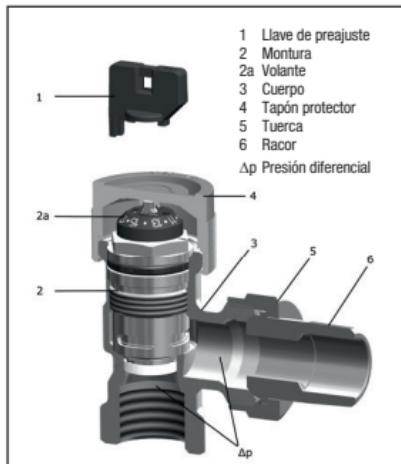
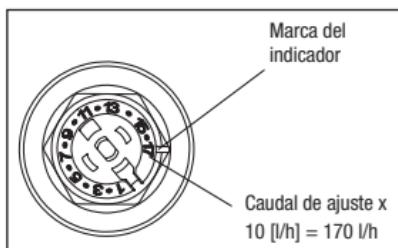

Fig. 2 Construcción de la válvula termostática "AQ"
Fig. 3: Ajuste de la válvula termostática "AQ"
Incluso, con grandes variaciones de presión diferencial, por ejemplo, cuando secciones del sistema son activadas o desactivadas, el caudal se mantiene constante dentro del rango de regulación dentro de las tolerancias de regulación. De esta forma, la autoridad de la válvula termostática "AQ" asciende a 100% ($a=1$). El caudal máximo puede fijarse con la ayuda de la llave de preajuste (fig. 2, pos. 1) (ver 6.2.2.).
Con el medidor de caudal conectado, puede medirse la presión diferencial en el cuerpo de la válvula termostática. Para ello, desenrosque la montura de la válvula (pos. 2 fig. 2) con la ayuda del "Demo-Bloc" y mida la presión diferencial usando el eje de medición de presión diferencial. Tan pronto como la presión diferencial medida ha alcanzado o superado el valor de presión diferencial mínimo Δp min. (ver 4.1), la presión diferencial es suficientemente alta para un control automático del caudal por parte de la válvula.
Ajuste el valor requerido usando la llave de preajuste (pos 4. fig. 2). El ajuste solo puede realizarse con la ayuda de la llave de ajuste incluida montada en el volante (pos 2 a. fig. 2). Esto previene una manipulación indebida. El ajuste requerido deberá estar alineado con la marca del indicador (fig. 3). El ajuste puede realizarse en toda la escala y puede modificarse mientras el sistema está en funcionamiento, sin fugas de agua.